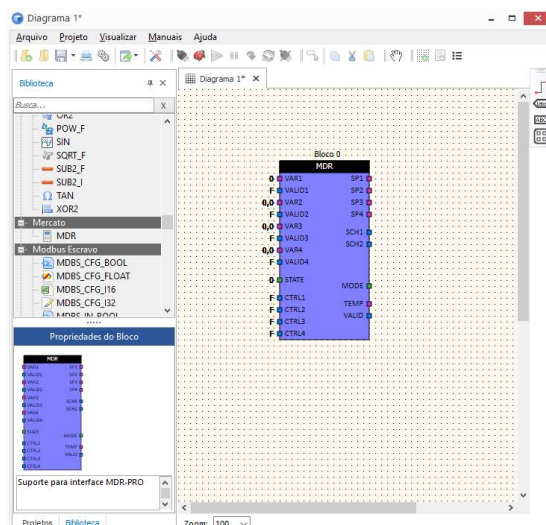

Figura 1
3. Busque o bloco MDR na categoria "MERCATO" e o arraste para o diagrama (figura 1);